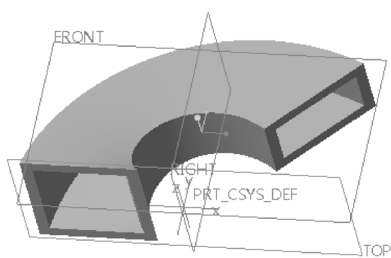

图 4-95 完成创建旋转混合实体特征
9) 在“旋转混合”选项卡中单击  (完成) 按钮, 完成创建的旋转混合实体特征如图 4-95 所示。